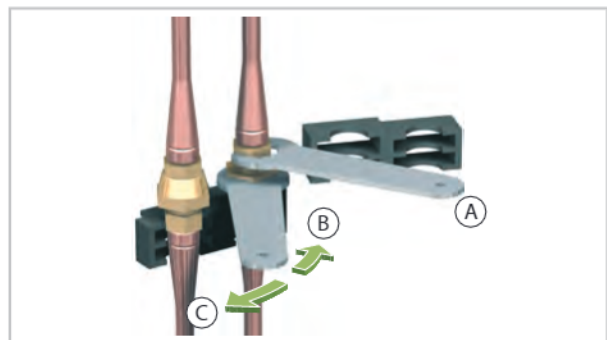

Abb. 15: Abschrauben der rechten Überwurfmutter
11. Schrauben Sie die rechte Überwurfmutter mit dem beiliegenden Maulschlüssel SW 24 ab. Halten Sie dabei mit dem zweiten Maulschlüssel SW 21 am oberen Kupplungsteil gegen (Abb. 15).